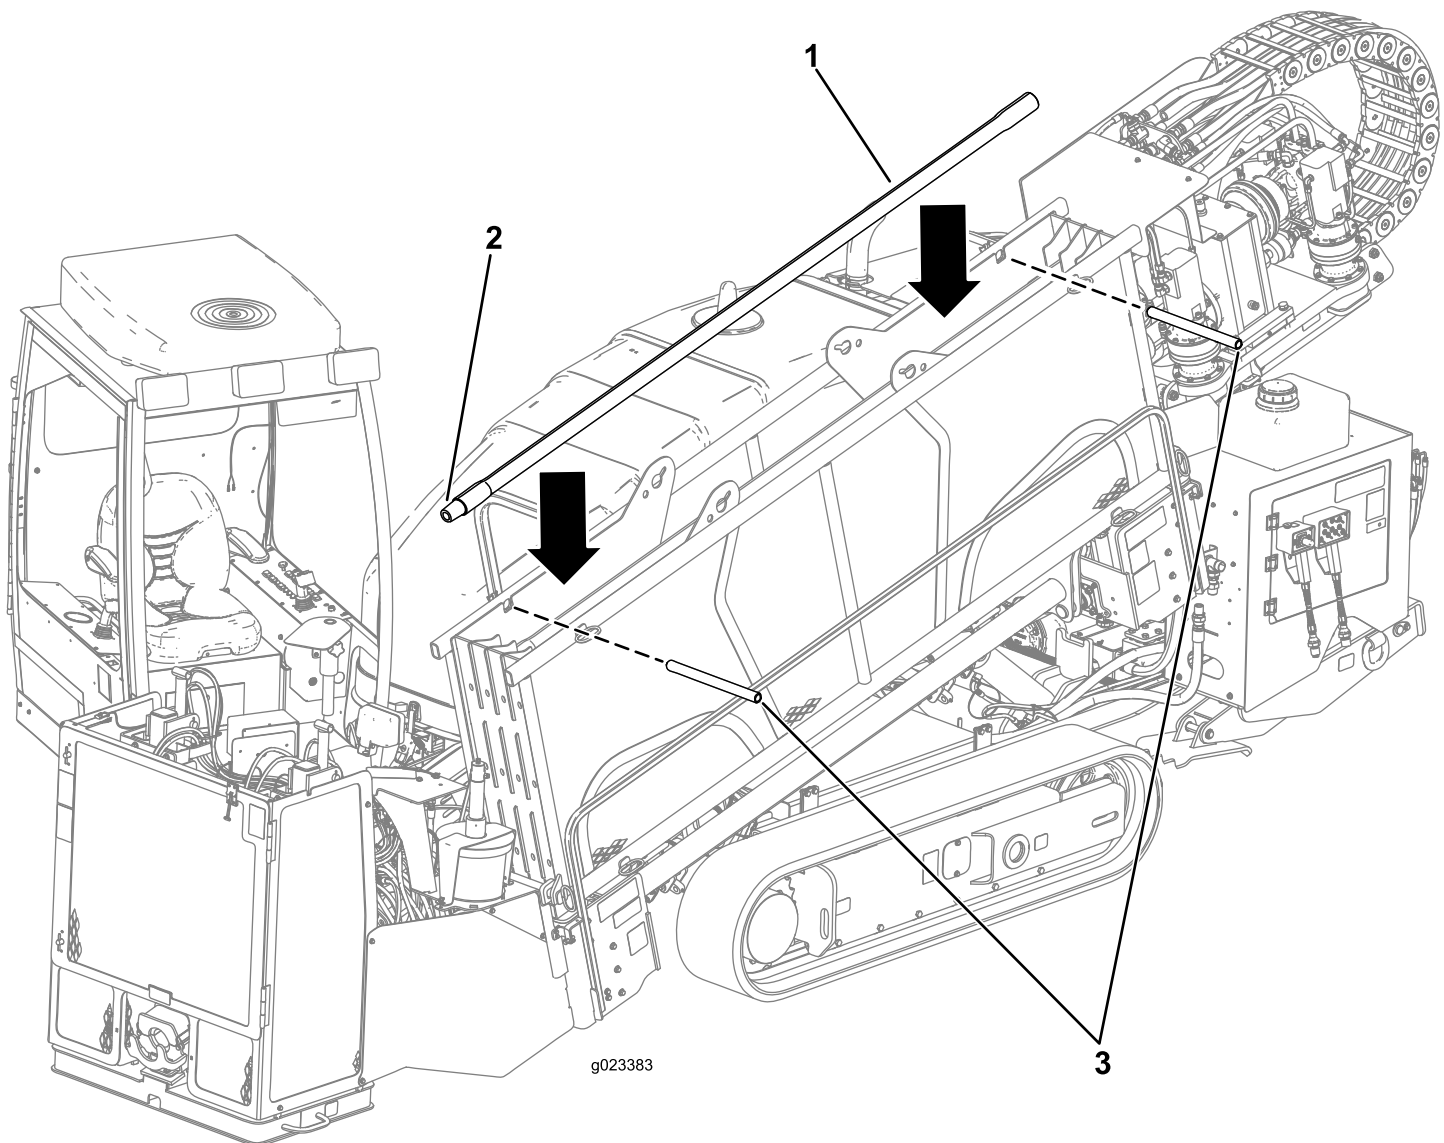

Figura 65
1. Retire los pasadores del portatubos (Figura 65).
2. Introduzca los tubos desde arriba con los extremos de rosca macho hacia la parte delantera de la máquina (Figura 65).